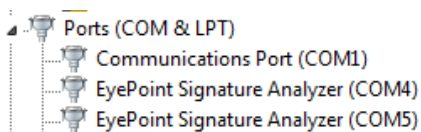

Рисунок 16. Отображение устройств после установки драйвера
7. После установки драйвера в разделе устройств «Порты (COM и LPT)» должны появиться два устройства EyePoint Signature Analyzer (Рисунок 16), номера COM портов могут отличаться.